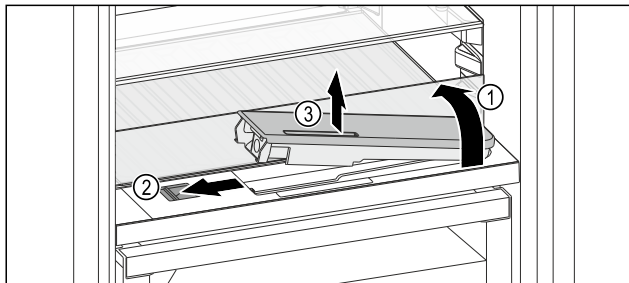

Fig. 124
- Podignite staklenu ploču i otklopite je do graničnika prema natrag Fig. 124 (1).
- Pomaknite Fig. 124 (2) klizač ulijevo.
- Izvadite spremnik za vodu Fig. 124 (3).